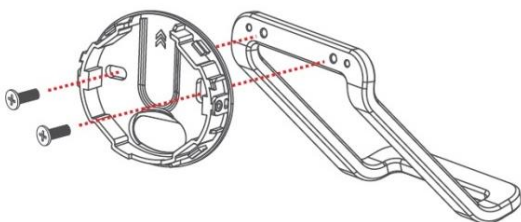

Рисунок 3.6
- 1) Прикрутите заднюю панель к настольной подставке (рис. 3.6).